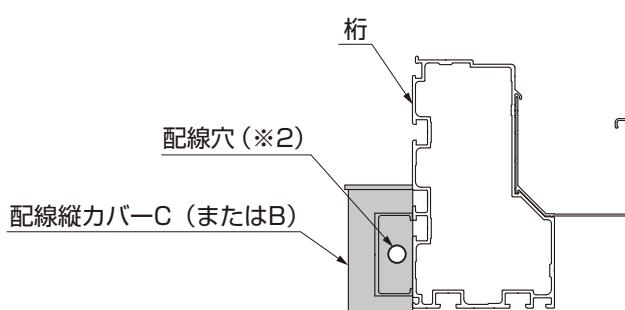

図4-6 配線縦カバーC (またはB) の穴加工
- 天井なしの場合に桁・前後梁から中間柱へ配線を通す場合は、配線縦カバーC (またはB) に配線カバーホルダ (桁・前後梁兼用) からの配線を通す穴 (*2) をあけてください。(図4-6参照)